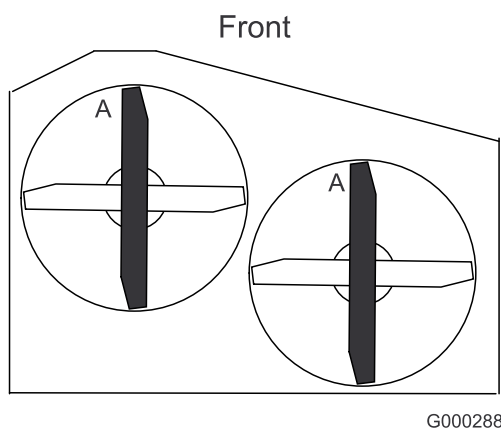

Bild 50
3. Drehen Sie die Schnittmesser, bis die Enden nach vorne und hinten gerichtet sind. Messen Sie von einer ebenen Fläche bis zu den Schnittkante (Position **A**) der Messer (Bild 50).